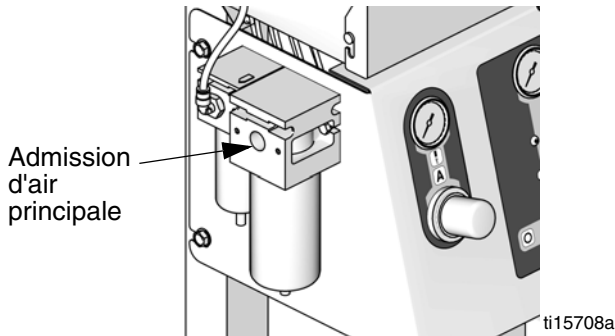

FIG. 3. Admission d'alimentation en air
2. Brancher la conduite d'air principale sur l'admission d'air principale. Cette conduite d'air alimente les électrovannes, les vannes et les pompes. Voir la FIG. 3.